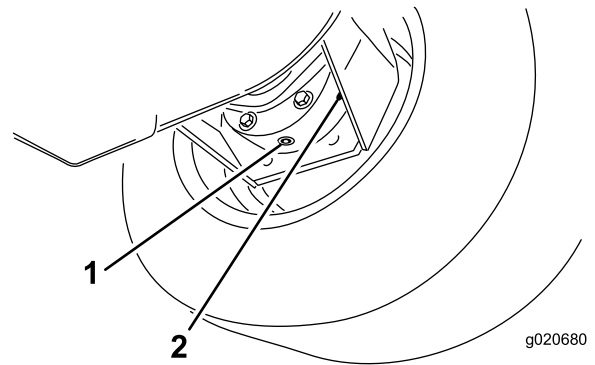

Bild 90
3. Stellen Sie eine Auffangwanne unter das Bremsgehäuse, entfernen Sie die Ablassschraube und lassen das Öl ablaufen (**Bild 90**).